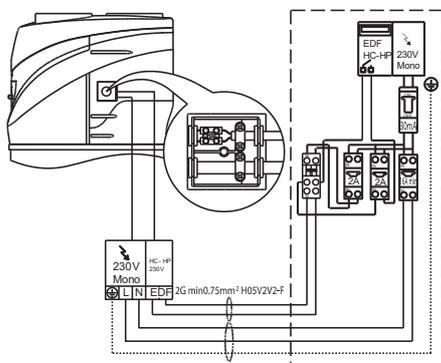

fig. 12 Raccordement électrique avec alimentation jour/nuit et signal HC-HP
**RACCORDEMENT ELECTRIQUE AVEC TARIF BI-HORAIRE ET SIGNAL HC-HP (Fig. 12)**